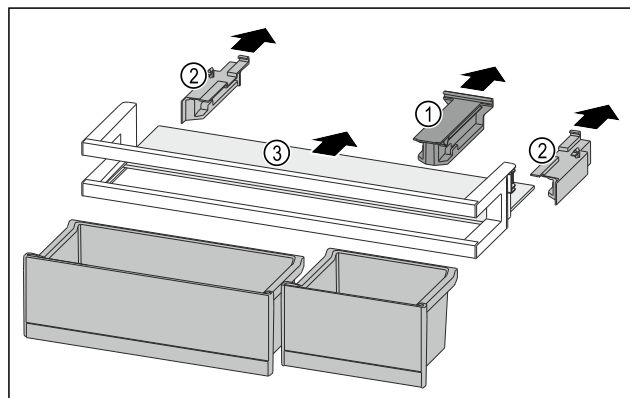

Fig. 132
- Bevestigingsdeel Fig. 132 (1) wegtrekken.
- Zijdelen Fig. 132 (2) wegtrekken.
- Draagplateau Fig. 132 (3) verwijderen.